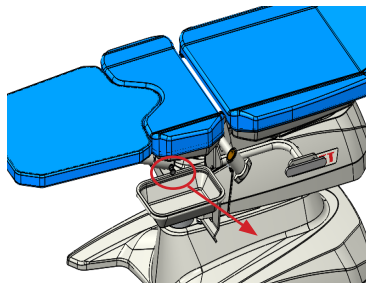
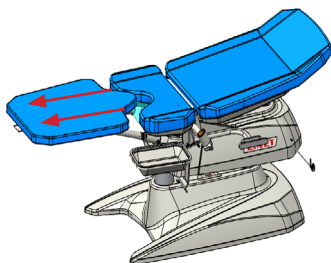

Fig. 4 Tirer la goupille de verrouillage
Fig. 5 Tirer l'extension de surface d'installation
- 2) D'une main, tirer la goupille de verrouillage (Fig. 4), tout en tirant l'extension de surface d'installation vers l'extérieur du fauteuil de l'autre main (Fig. 5)